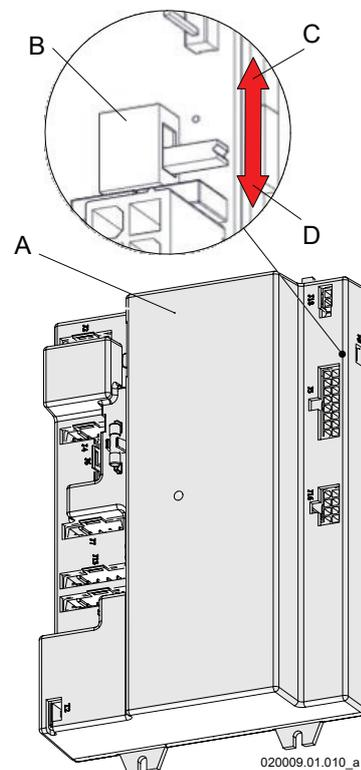

Figura 8-12
- 9.-spostare il selettore "S4" come in Figura 8-12, da posizione OFF alla nuova posizione ON;
- Legenda Figura 8-12